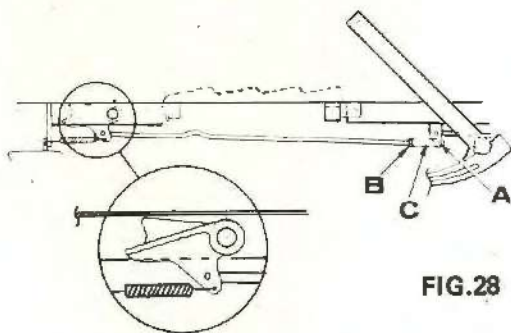

FIG. 28
### BUTÉE DE SECURITE DU PISTON (Fig. 28)
Avec l'étrier des aiguilles dans la position la plus en arrière, le bord de la butée du piston devra être à 3,1 mm en dessous de la face inférieure du canal de la presse (Fig. 28). Pour régler, déposer la goupille (A), le contre-écrou (B), puis régler les chapes (C) afin d'obtenir le réglage nécessaire.